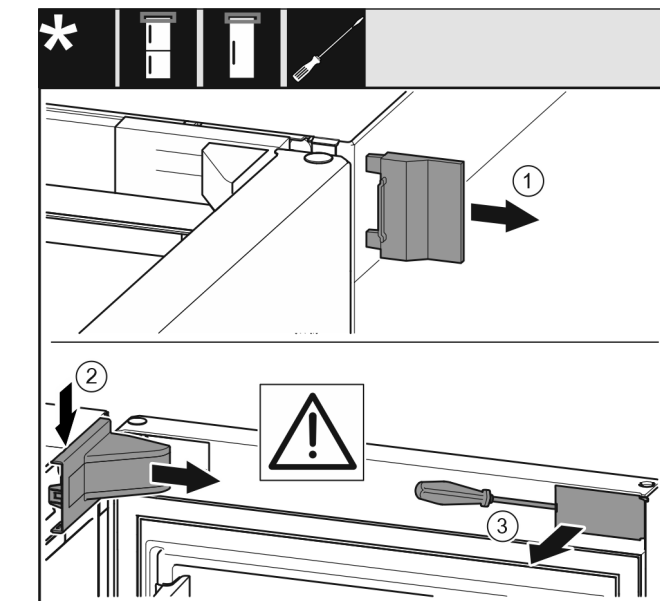

Fig. 6
- ▶ Zdjąć zewnętrzną osłonę. Fig. 6 (1)
- ▶ Wyczepić i poluzować osłonę płytki zawiasu. Zdjąć osłonę płytki zawiasu. Fig. 6 (2)
- ▶ Przy pomocy śrubokręta wyczepić zaślepkę i odchylić w bok. Fig. 6 (3)